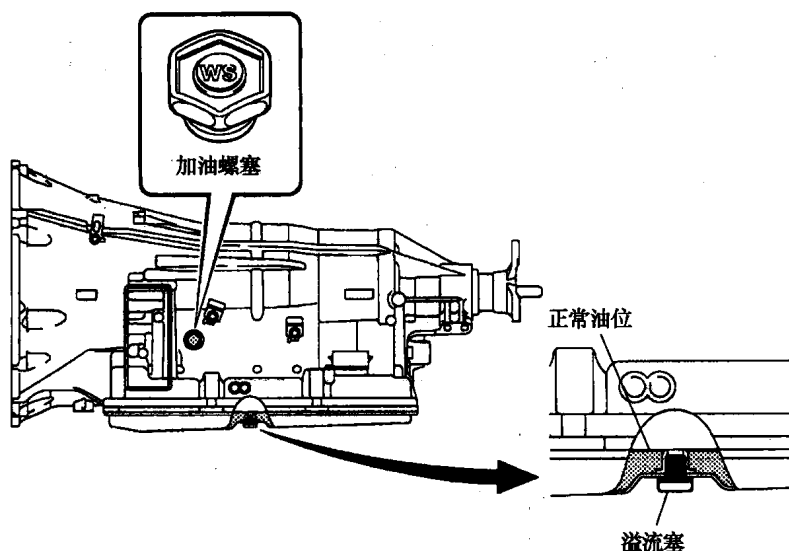

图 1-3 从溢流塞处检查自动变速器油量
3) 从溢流塞处进行检查。有的自动变速器本身不带油尺, 也没有油尺导管。可以由加油口螺塞, 或从溢流塞孔处加注自动变速器液, 如图 1-3 所示。